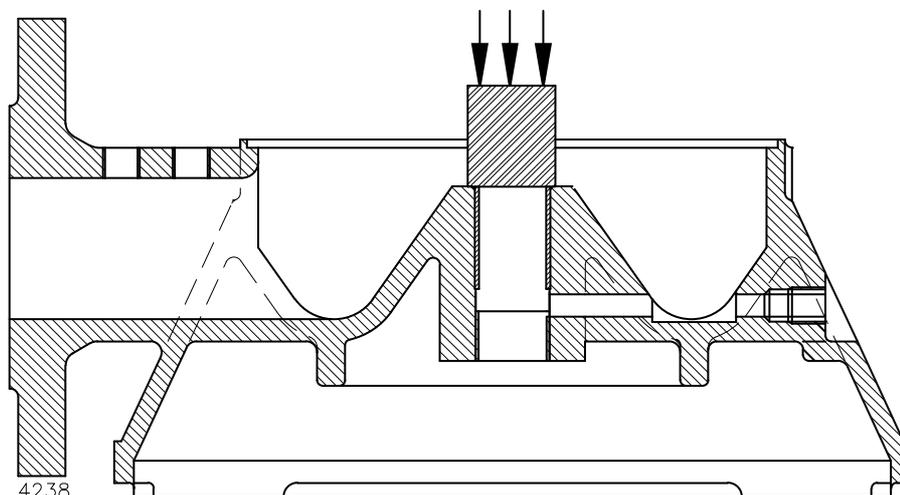

Figure 7: Montage palier de glissement.
- 1 Mettez un peu de liquide de blocage Loctite 641 dans le logement du palier et utilisez une douille de montage appropriée pour presser le palier à glissement (0140) dans le support d'aspiration, voir figure 7.